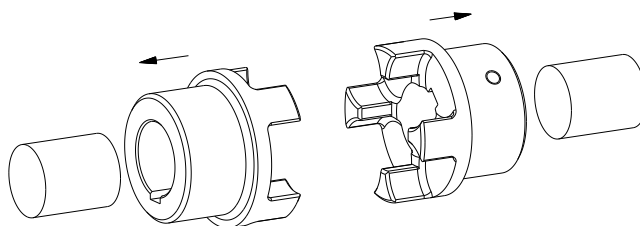

Bild 10: Montering av naven
- Montera naven på driv- och kraftuttagssidans axel (se bild 10).